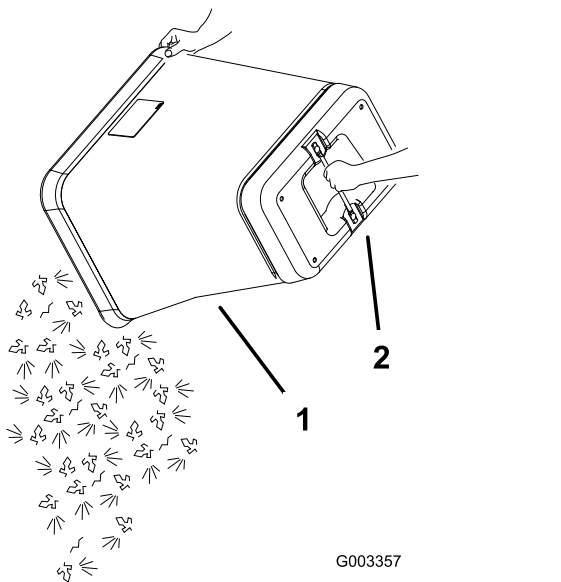

Figura 39
6. Sujete el asa situada en el fondo de la bolsa y vuelque ésta para vaciarla (Figura 39).